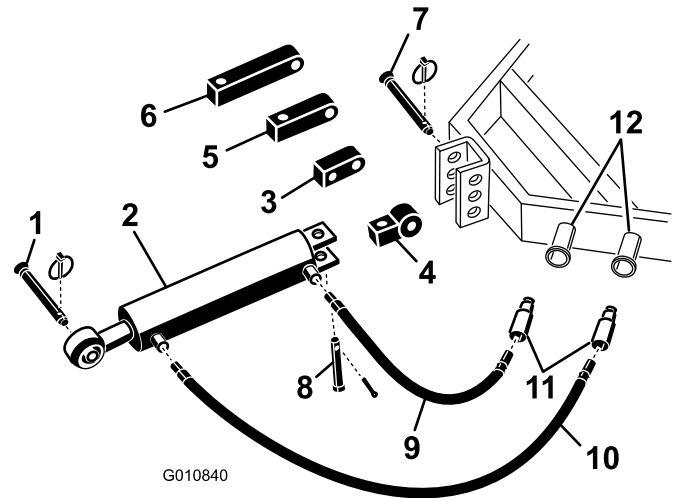

図 5
1. トラクタに付いているピンを使って、油圧式上部リンクの接続リンクをトラクタに固定する (図 5)。油圧式上部リンクは、ロッドの端がエアレータを向くように取り付ける。シリンダポートは、トラクタの補助パワー油圧に向くように取り付ける。
注 油圧シリンダのポートが上を向くような取り付けしかできない場合には、通常取り付けブロックではなく、回転ブロックを使ってポートの位置を合わせてください (図 5)。回転ブロックの代わりに 90 度油圧フィッティングを使用することができます (フィッティングは付属品ではありません)。
- A. 通常の接続リンクをシリンダに固定しているコッターピンとピンを抜き取る (図 5)。シリンダから接続リンクを取り外す。
- B. 外したピンを使って、回転ブロックをシリンダに取り付ける (図 5)。
2. 長さ 107cm の油圧ホースを、油圧式上部リンクのポート (エアレータに近い方のポート) に接続する (図 5)。オイル漏れを防止するために、ねじ部にはテフロン製テープなどのシール材を使用すること。
3. 長さ 76cm の油圧ホースを、油圧式上部リンクのポート (トラクタに近い方のポート) に接続する (図 5)。オイル漏れを防止するために、ねじ部にはテフロン製テープなどのシール材を使用すること。
油圧シリンダのロッドがブラケットにとどかない場合には、通常取り付けブロックではなく、延長ブロックを使ってください(図 5)。
- A. 通常の接続リンクをシリンダに固定しているコッターピンとピンを抜き取る(図 5)。シリンダから接続リンクを取り外す。
- B. 外したピンを使って、必要な長さの延長ブロックをシリンダに取り付ける(図 5)。